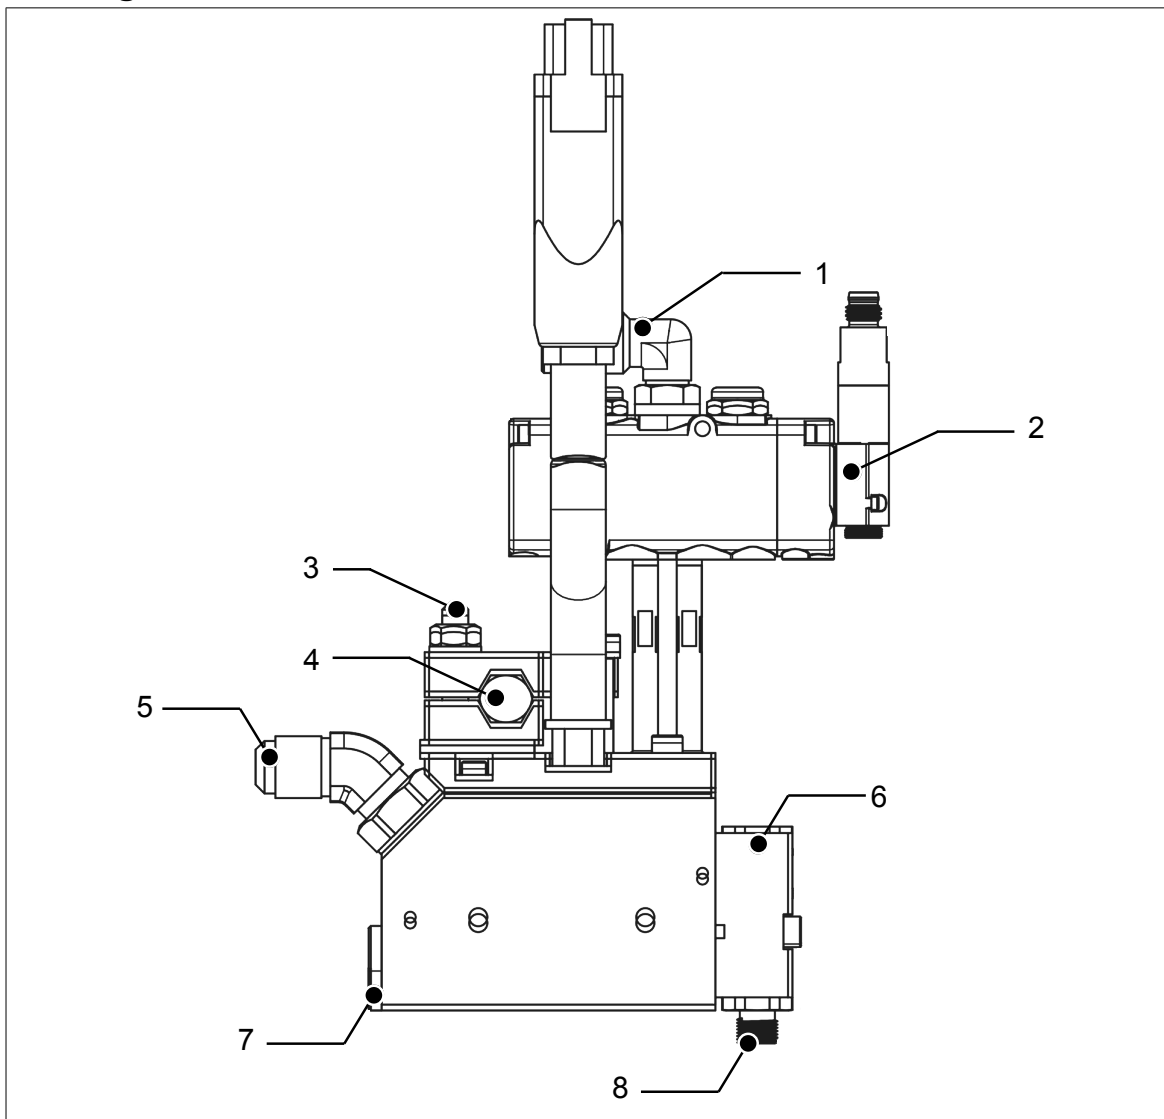

Bild 2: Anschlüsse HB 11
Verbinden Sie die Druckluftzufuhr (Schnellkupplung PK4) mit dem Anschluss (1) (siehe Bild 2).
4. Heizbaren Schlauch mit Anschluss (5) verschrauben (siehe „Bild 2: Anschlüsse HB 11“ auf Seite 6) .